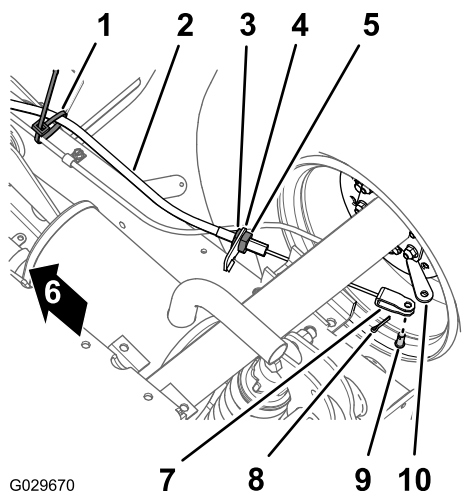

Рисунок 44
1. В нижней части автомобиля снимите кабельную стяжку, которая крепит трос стояночного тормоза к трубке рабочего тормоза (Рисунок 44).
2. Нанесите отметку углового положения в виде черты на передней контргайке троса стояночного тормоза (Рисунок 44).
3. Ослабьте заднюю контргайку и снимите трос с кронштейна троса тормоза (Рисунок 44).
4. Снимите шплинт и шплинтуемый штифт, который крепит вилку троса стояночного тормоза к рычагу привода тормоза, и отделите трос от рычага (Рисунок 44).
1. Проложите резьбовой регулятор троса стояночного тормоза к кронштейну троса, а вилку к рычагу привода тормоза (Рисунок 44).
3. Совместите резьбовой регулятор троса стояночного тормоза с кронштейном троса и затяните заднюю контргайку (Рисунок 44).